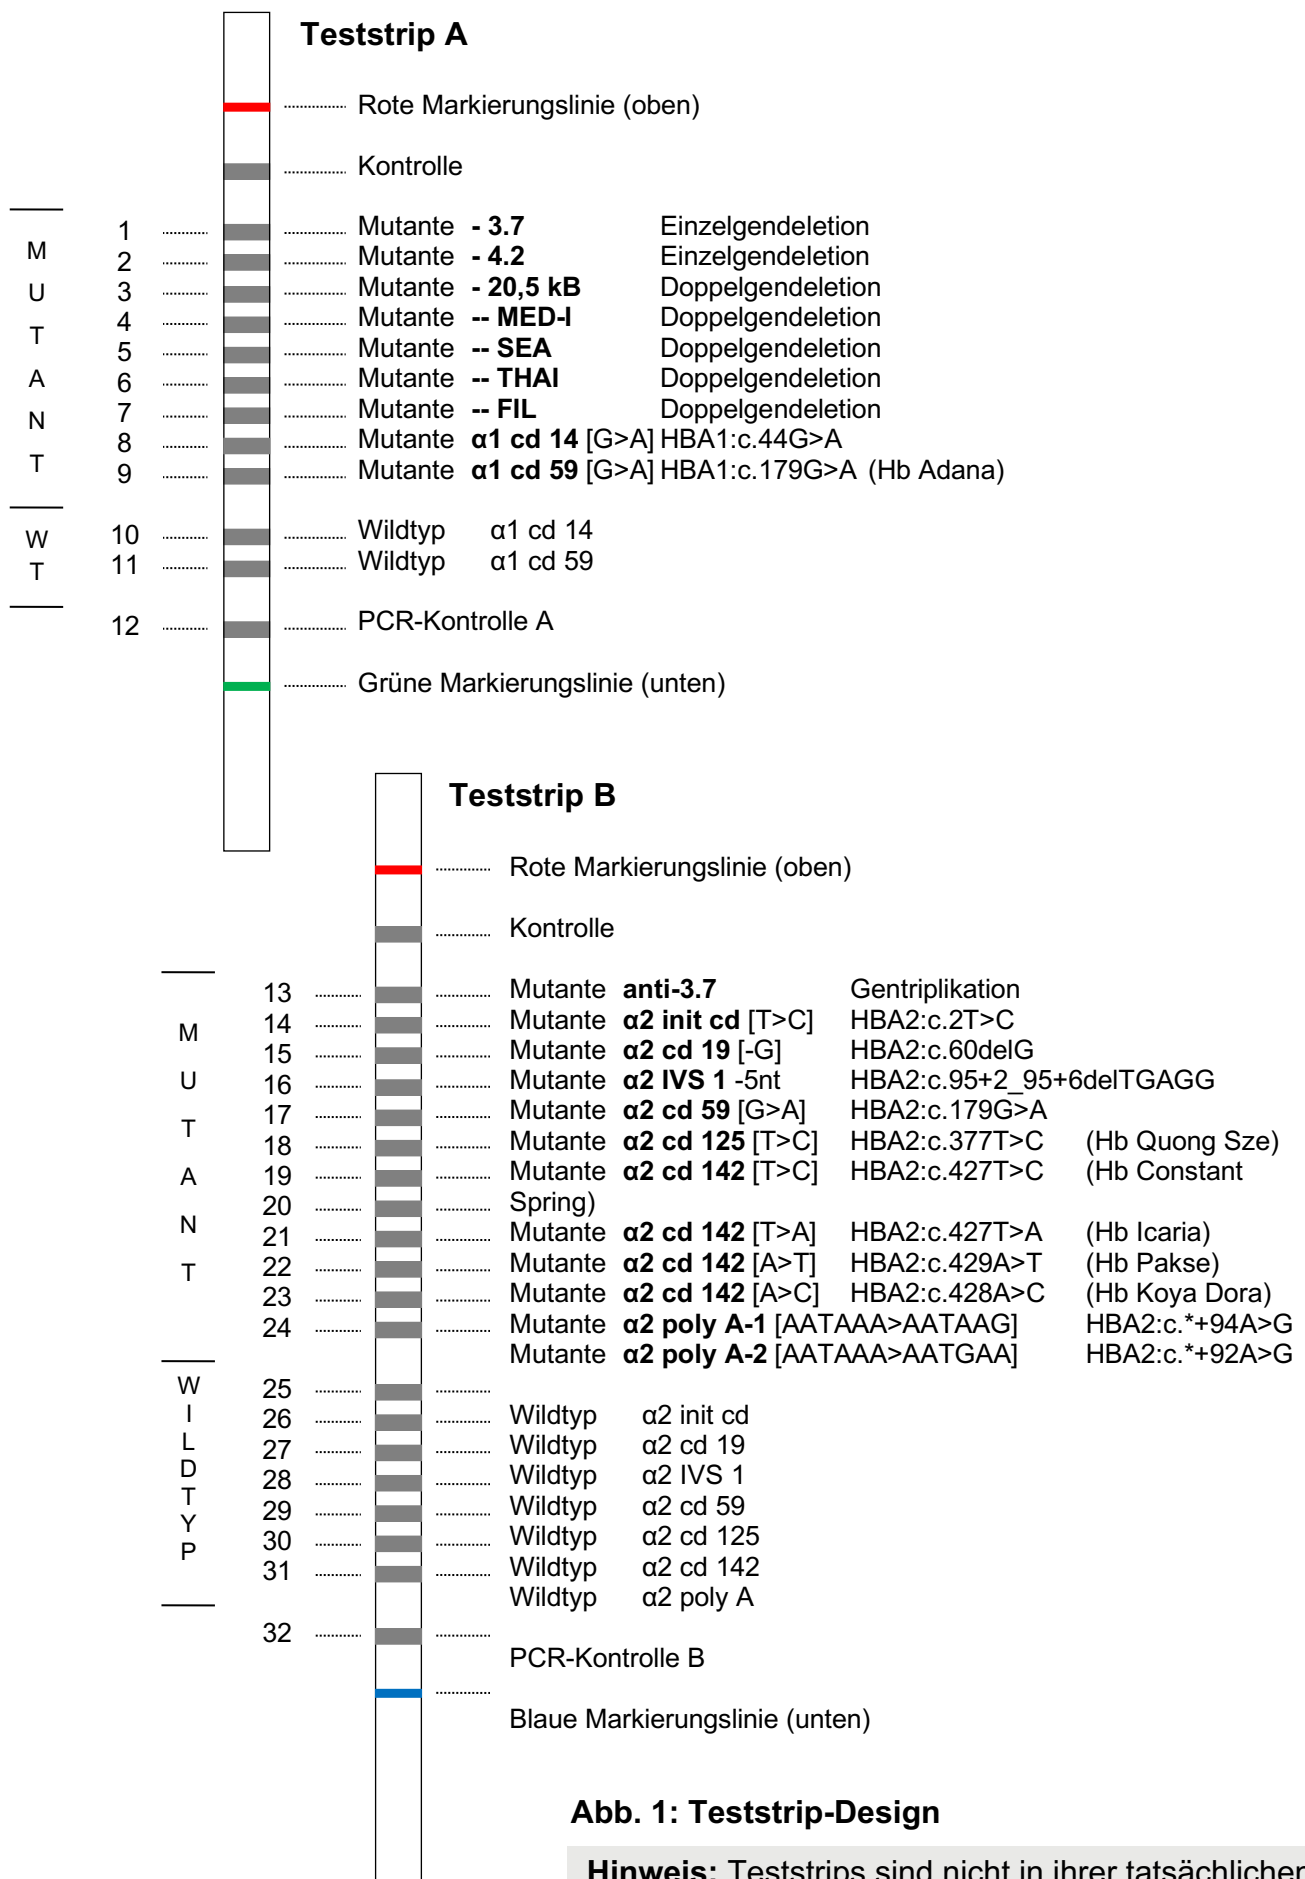

Abb. 1: Teststrip-Design
Der α-Globin StripAssay® basiert auf der Polymerase Kettenreaktion (PCR, Polymerase Chain Reaction) und reverser Hybridisierung. Das Verfahren beinhaltet drei Schritte: (1) DNA-Isolierung, (2) PCR-Amplifizierung mittels biotinylierten Primern, (3) Hybridisierung der Amplifizierungsprodukte an allelspezifischen Oligonukleotidsonden, welche als parallele Linien auf einem Teststreifen fixiert vorliegen (Abb. 1). Gebundene biotinylierte Sequenzen werden mithilfe von Streptavidin-alkalischer Phosphatase und Farbsubstraten detektiert.